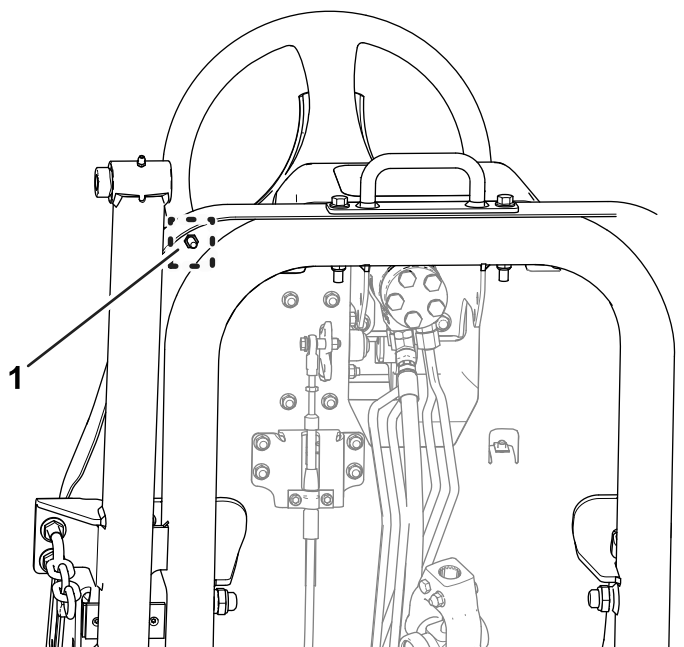

**Рисунок 79**
1. Переведите педаль управления тягой до упора вперед (Рисунок 79).
- A. Удерживайте упор педали управления тягой (Рисунок 79) ключом.
- C. Переместите педаль управления тягой в максимальное положение вперед (Рисунок 79).
- D. Удерживая упор педали управления тягой, отрегулируйте контргайку, расположенную над подножной пластиной (Рисунок 79), так, чтобы педаль управления тягой касалась упора.
- F. Удерживая упор педали управления тягой, затяните контргайку в нижней части подножной пластины (Рисунок 79 и Рисунок 80) с моментом от 37 до 45 Н·м.